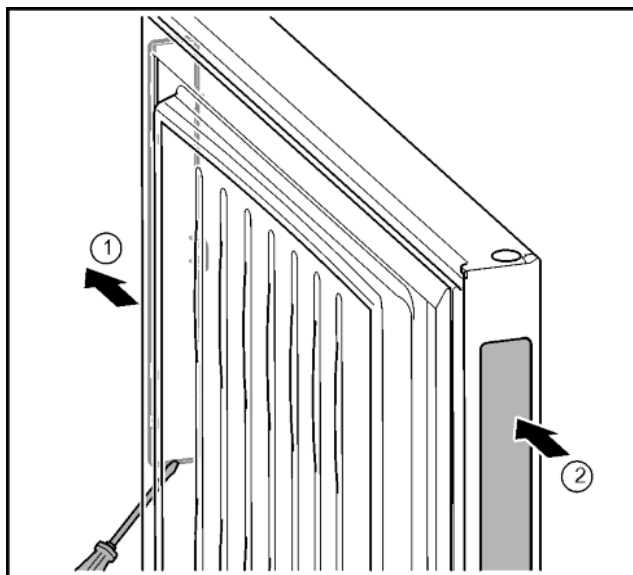

Fig. 37
- ▶ Zdjąć osłonę elementu ułatwiającego otwieranie drzwi po drugiej stronie przy użyciu śrubokręta. *Fig. 37 (1)*
- ▶ Włożyć w wolny otwór. *Fig. 37 (2)*